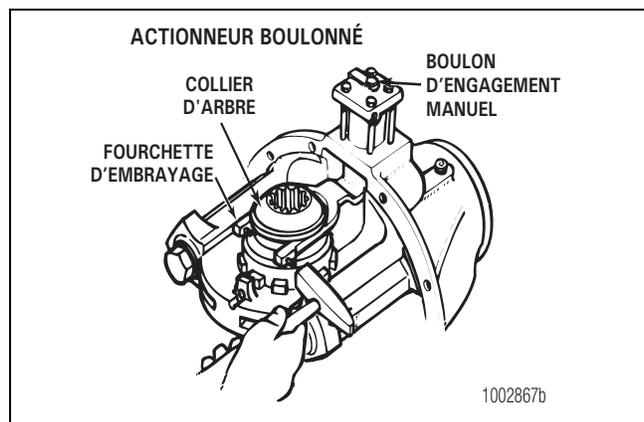

Figure 6.14
12. Maintenir le collier d'arbre en position verrouillée ou engagée. Le cas échéant, enfoncer les goupilles jusqu'à ce qu'elles affleurent les faces extérieures de la fourchette. Figure 6.14.